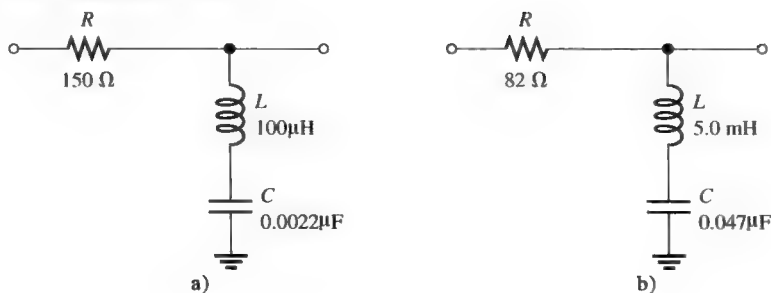

图 13-70
15. 求图 13-70 中各个滤波器的 f_r 和 BW 。